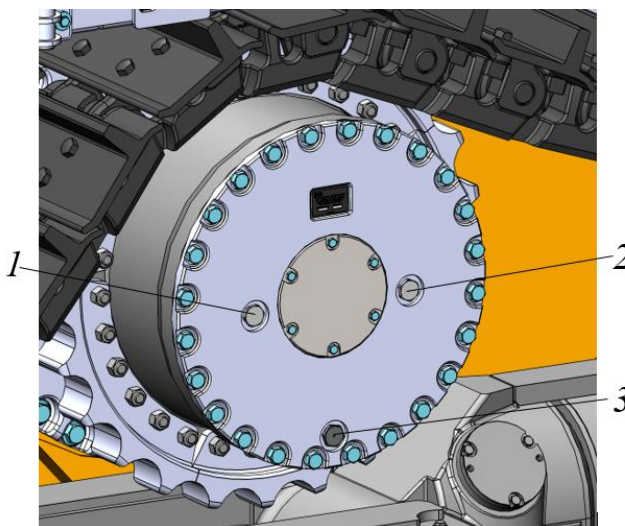

Рисунок 5.142. Процедура замены масла в бортовом редукторе
- ▶ Двигая машину назад и вперед установить редуктор в позицию, когда пробка для слива масла 3 будет находиться в крайнем нижнем положении (ориентирована на 6 часов). Пробки (магнитные стержни) 1 и 2 располагаются на горизонтальной оси чуть ниже центра, см. рис. 5.142.
- ▶ Ключом  на 40 ослабить резьбовые пробки отверстий 1 и 2, рис. 5.142, для сброса избыточного давления.
При каждой второй замене масла использовать новое уплотнение магнитных стержней поз. 1-2 и сливной пробки 3, рис.5.142
- ▶ Через наливное отверстие 1 или 2, рис. 5.142, заправить в редуктор свежее масло. Заправку производить до момента, пока из отверстия 1 или 2 не начнет вытекать масло. Объем и наименование заправляемого масла см. п. 5.2.1 **Заправочные объемы смазочных материалов.**